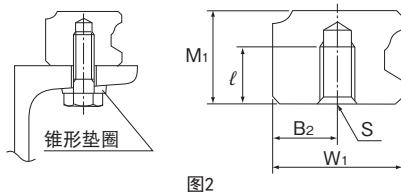

图2
- (1) 螺栓的长度,请通过确保在螺栓端部和螺纹底部(有效螺纹深度)之间有2到3mm的间隙来决定。
- (2) 如图2所示,还备有安装在型钢上使用的锥形垫圈。
- (3) 关于公称型号的构成,请参照**A1-276~A1-277**。